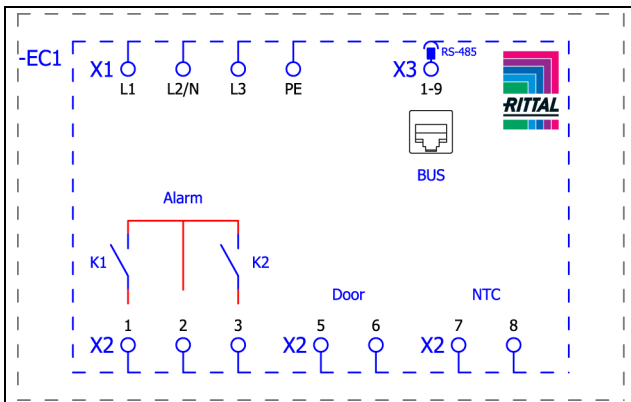
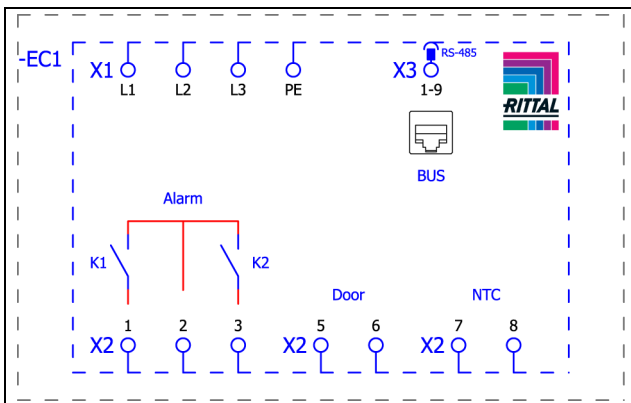

Fig. 37: Plan de connexion SK 3186930 et SK 3187930
Fig. 38: Plan de connexion SK 3188940 et SK 3189940
- Sortir la fiche d'alimentation du sachet d'accessoires et établir l'alimentation du réseau conformément à l'identification correspondante des raccordements (fig. 37 ou fig. 38).